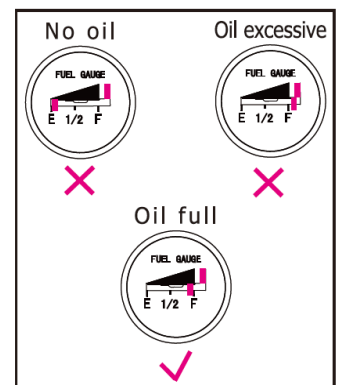

Fig.1
5. Stop met vullen zodra de wijzer in de brandstofmeter het merkteken "F" aanwijst dat aangeeft dat het reservoir volledig gevuld is. (fig. 1).